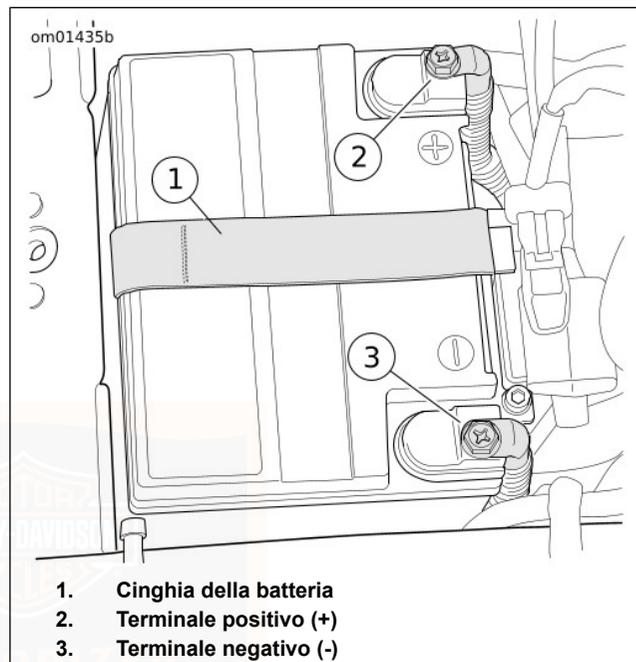

Figura 96. Vano della batteria
9. Vedere Figura 96. Staccare entrambi i cavi della batteria, iniziando dal cavo negativo.
2. Vedere Figura 96. Collocare la batteria nel relativo vassoio, con il lato dei terminali in avanti.